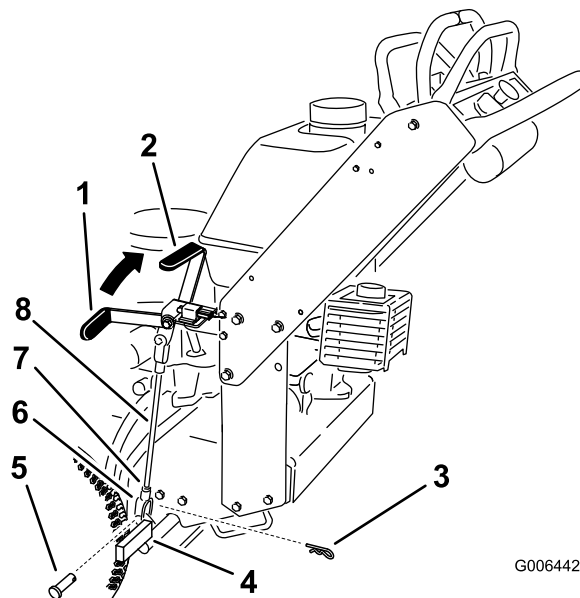

Figure 36
Remarque: Quand le frein est serré, la poignée doit être à la position 1 heure (Figure 36).
5. Desserrez les écrous de blocage supérieur et inférieur (Figure 36).
6. Pour régler le frein, retirez la goupille fendue et l'axe de chape du levier de frein inférieur (Figure 36).
- Pour desserrer le frein, raccourcissez la tige entre les chapes (Figure 36).
8. Fixez la chape au levier de frein inférieur avec la goupille fendue et l'axe de chape (Figure 36).
9. Serrez les écrous de blocage supérieur et inférieur (Figure 36).